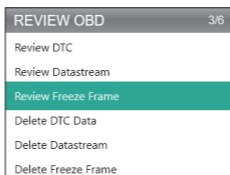

Abbildung 5.1.3
3. Wählen Sie OBD Überprüfung und drücken Sie [OK]. Auf dem Bildschirm kommen sechs Optionen (siehe Abbildung 5.1.3) – wie z. B. Überprüfung von DTC, Datenstrom, Freeze Frame und mehr.